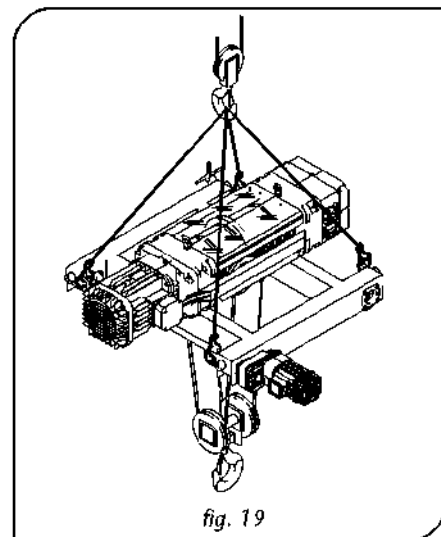

fig. 19
1. Wciągarka typu DRH jest zawsze wyposażona w odpowiedni dwudźwigarowy wózek transportowy, do którego są zamocowane cztery śruby oczkowe umożliwiające przeładunek całej jednostki wciągarki/wózka transportowego z użyciem akcesoriów podnoszących (czterocięgniowe zawiesie linowe lub łańcuchowe) wyposażonych w odpowiednie haki (rys. 19).
4. Wyjmowanie wózka transportowego /wciągarki ze skrzyni lub klatki powinno odbywać się jedynie za pomocą urządzeń podnoszących/ akcesoriów podnoszących/ śrub oczkowych wciągarki tak., jak to zostało opisane i zilustrowane w punkcie (C-1) – (rys. 19).